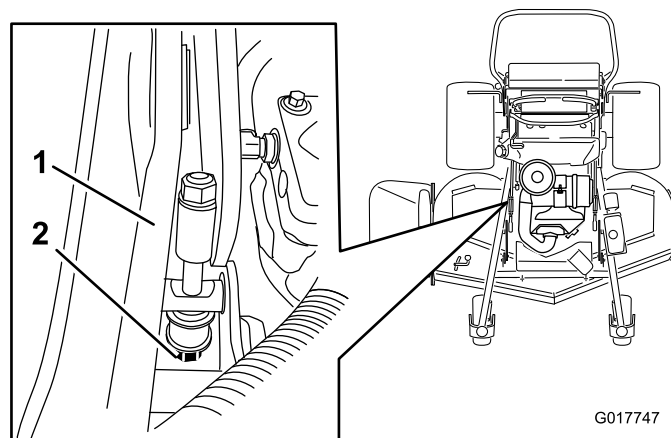

Figura 97
5. Si la medida no es correcta, localice la varilla de ajuste de la altura de corte en el lado derecho de la máquina (Figura 97).
6. Ajuste el perno de ajuste hasta obtener la distancia correcta de 7.6 cm (3 pulgadas) (Figura 97).